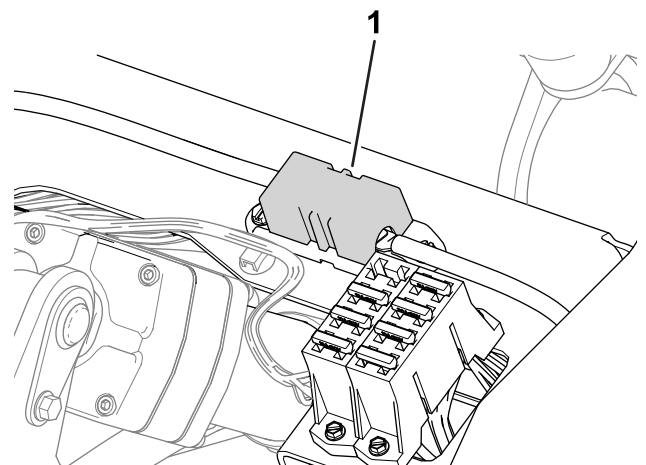

Figura 44
- Los fusibles del motor de la rueda derecha (60 A) están situados debajo del asiento (Figura 44).